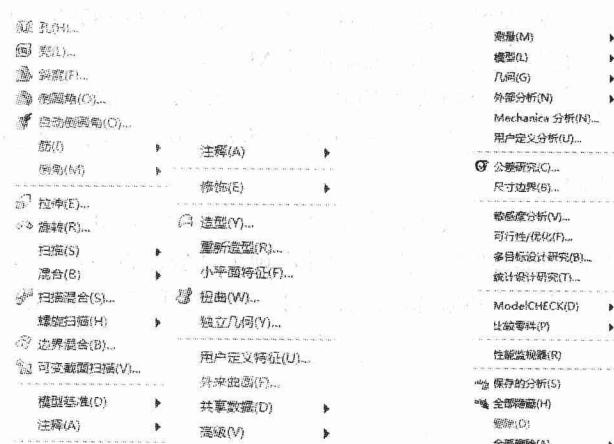

图 1-6 “插入 (I) ” 菜单
选择菜单中的“插入 (I)”菜单，可展开如图 1-6 所示的菜单，它提供了创建各种基准特征类型的选项，如孔、倒圆角、基准、点、轴和平面，以及创建其他特征的选项，如孔、壳、筋、拔模、倒角、切口、修饰特征等。它可以创建高级特征，如管道、环形折弯和曲面片，还包括将数据从外部文件添加到当前模型的选项。它的其他选项中还包括处理共享数据和高级混合。